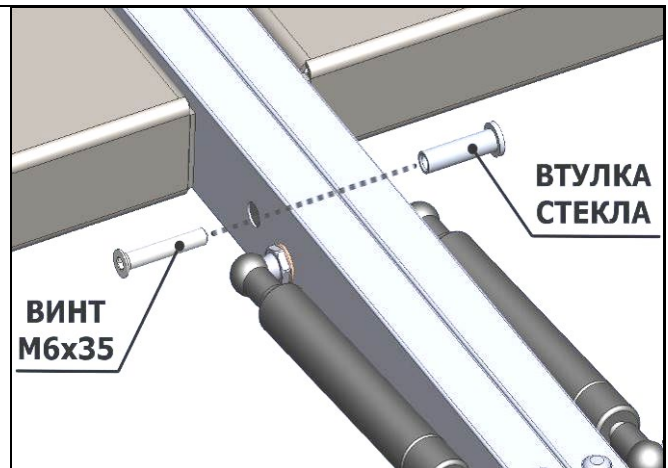

рис. 2
- через отверстие в кронштейнах суперструктуры при помощи втулки и винта M6x25 впотай (рис.2)